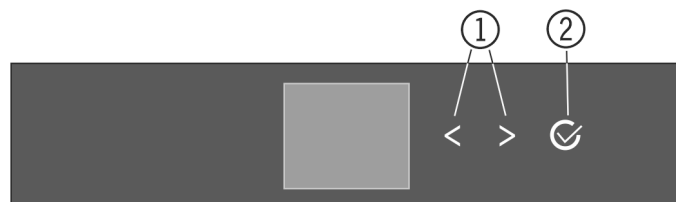
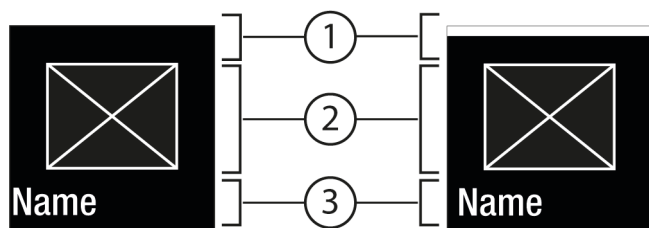
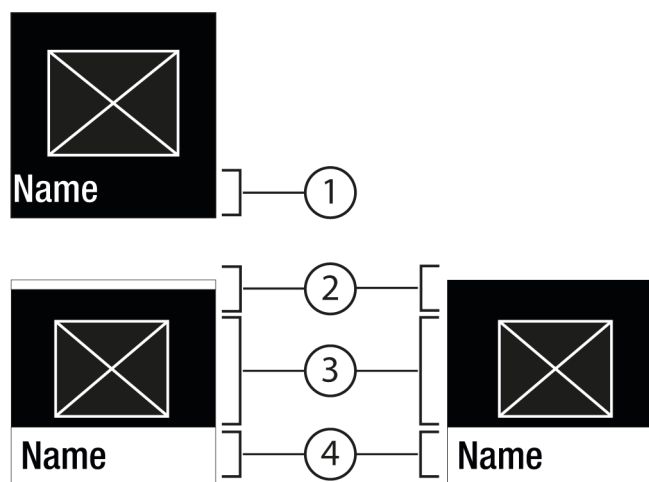

Fig. 5
Fig. 6
Fig. 7
- (1) Flèche de navigation vers la gauche / droite (2) Confirmer
Flèche de navigation vers la gauche / droite Fig. 5 (1) :
Confirmer Fig. 5 (2) :
- Naviguer avec la flèche de navigation vers la gauche / la droite Fig. 5 (1).
- Avec Confirmer Fig. 5 (2), appeler le sous-menu Fig. 7 (4).
- Régler une nouvelle valeur : Avec Confirmer Fig. 5 (2), sélectionner une valeur désactivée Fig. 6 (1).
- Retour au menu : Avec Confirmer Fig. 5 (2), sélectionner la valeur déjà activée Fig. 6 (2).
- Appuyer sur les flèches de navigation Fig. 5 (1) autant de fois que nécessaire pour afficher la fonction .
- Appuyer sur Confirmer Fig. 5 (2).
- Appuyer sur les flèches de navigation Fig. 5 (1) autant de fois que nécessaire pour afficher la fonction.
- Sélectionner la valeur de réglage à l'aide des flèches de navigation Fig. 5 (1).
- ▷ Status : activé *Fig. 6 (1)* s'affiche brièvement dans le sous-menu *Fig. 7 (4)*.
- ▷ Appuyer sur les flèches de navigation *Fig. 5 (1)* autant de fois que nécessaire jusqu'à ce que les réglages  s'affichent.
- ▷ Appuyer sur Confirmer *Fig. 5 (2)*.
- ▷ Appuyer sur les flèches de navigation *Fig. 5 (1)* autant de fois que nécessaire pour afficher le réglage souhaité.
- ▷ Appuyer sur Confirmer *Fig. 5 (2)* et laisser enfoncé 3 secondes.